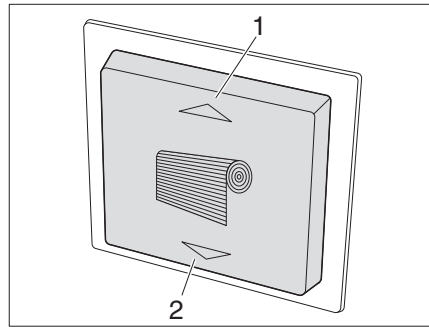
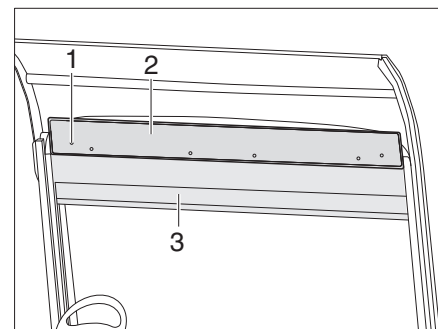

Bild 80 Schalter für Rollo
Bild 82 Notfunktion Rollo
- Taste (Bild 80/2) drücken. Der Rollo (Bild 82/3) für die Frontscheibe fährt nach unten.
- Taste (Bild 80/1) drücken. Der Rollo (Bild 82/3) für die Frontscheibe fährt nach oben.
- 6 Schrauben (Bild 82/1) am Rollokasten abschrauben und Blende (Bild 82/2) abnehmen.
- Kurbel in einen der beiden Motoren einhängen und Rollo (Bild 82/3) herauf- bzw. herunterfahren.